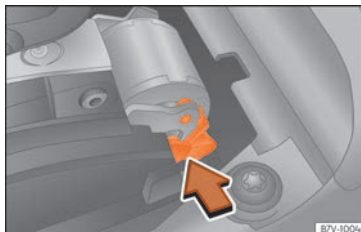

Fig. 53 Sbloccaggio d'emergenza del blocco della leva selettoria.
- Spingere la leva di sblocco » » » **fig. 53** nella direzione indicata dalla freccia e tenerla in posizione.